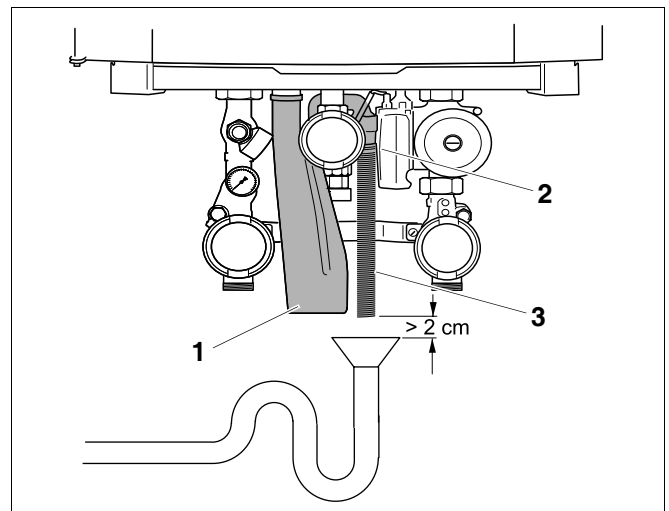

Fig. 12 Montering af fleksibel slange
- Monter den fleksible slange (fig. 12, **pos. 3**) og gummimanchetten (fig. 12, **pos. 2**) på vandlåsen (fig. 12, **pos. 1**).